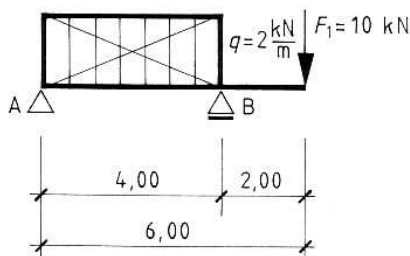

Bild 180/2: Träger mit Streckenlast und Einzellast
**Beispiel:** Ein Träger mit Kragarm wird durch die Streckenlast  $q$  von  $2 \frac{\text{kN}}{\text{m}}$  und der Einzellast  $F$  von  $10 \text{ kN}$  belastet (**Bild 180/2**).